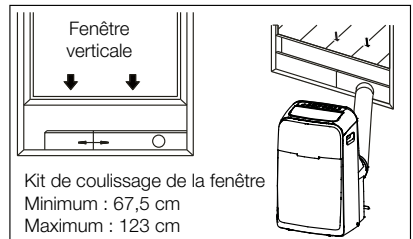

Fig. 9a
- Apposez l'adaptateur B dans le kit de coulissage de la fenêtre et fixez-le. (Fig. 9a & 9b)